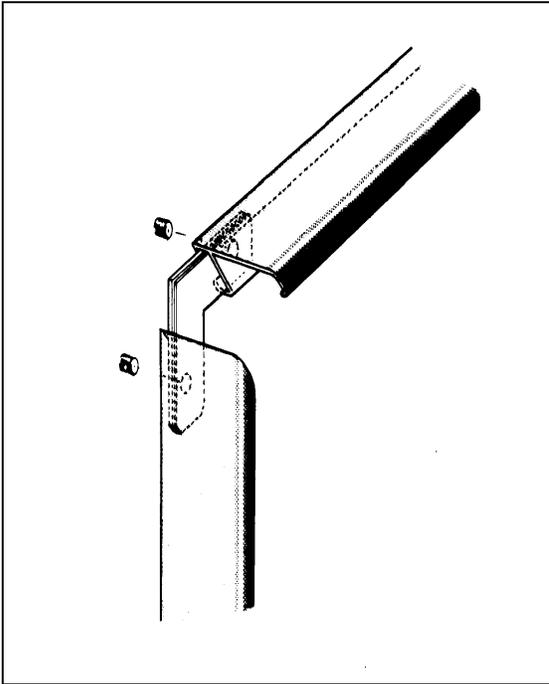

Figure 15a
5. Assemblez la moulure supérieure à celles des deux (2) côtés en utilisant les équerres fournies (Figure 15a).